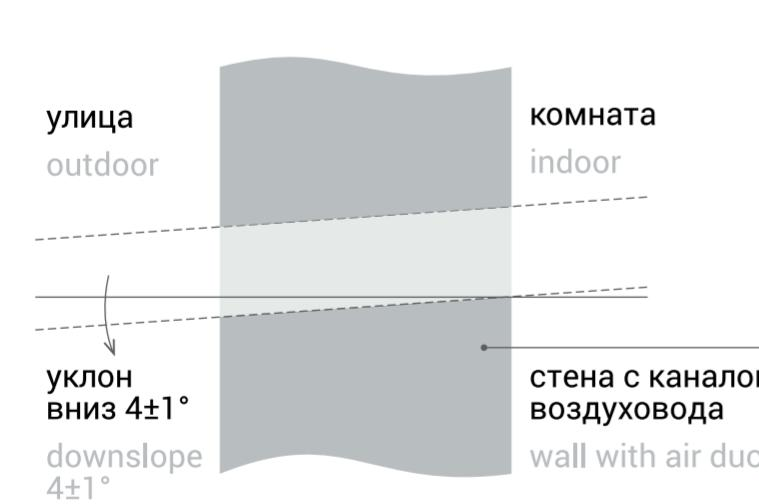

Рис. 1 (Fig. 1)
- Пробурите канал воздуховода согласно разметке и рис. 1. ВАЖНО: канал должен иметь уклон 4±1° вниз, чтобы вода не могла попасть в помещение или внутрь прибора. При бурении используйте промышленный пылесос с водосборным кольцом для исключения загрязнения отделки помещения бурением раствором.